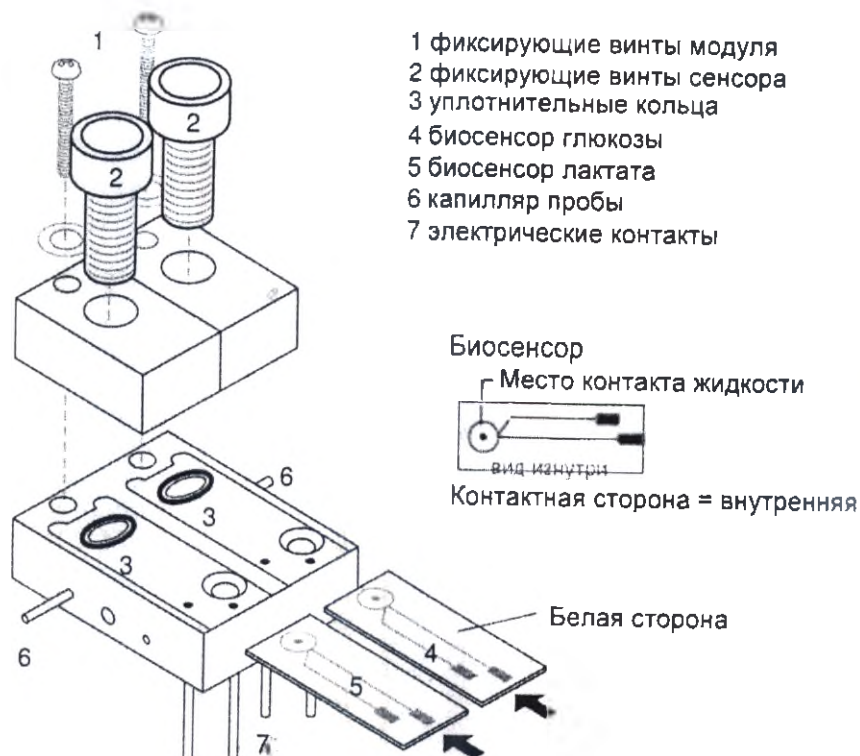

Рисунок 25 Биосенсорный модуль в разобранном виде
- Ослабьте пластиковые фиксирующие винты (2) и удалите биосенсоры, см. рисунок 25.
- Открутите фиксирующие винты модуля (1).